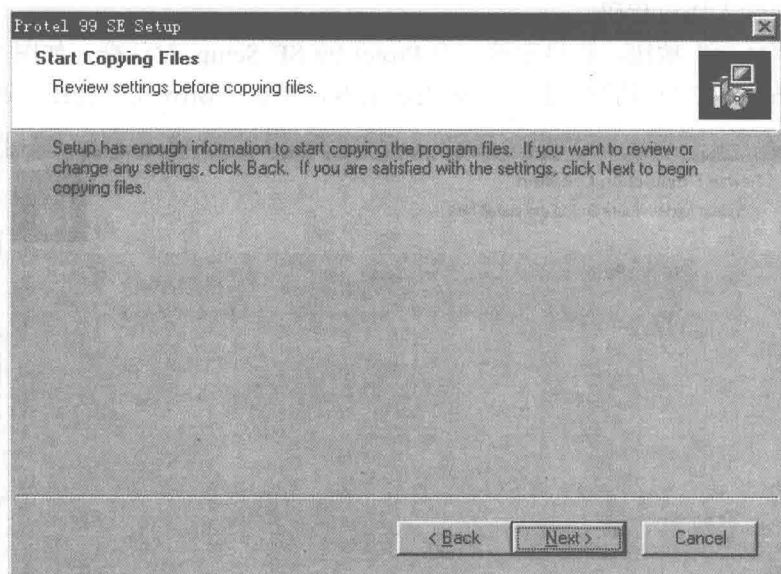

图 1.5 第五个 Protel 99 SE Setup 对话框
(5) 选择后, 单击“Next”按钮, 将显示第五个 Protel 99 SE Setup 对话框, 如图 1.5 所示。单击“Back”按钮可以返回到前面的步骤重新选择。